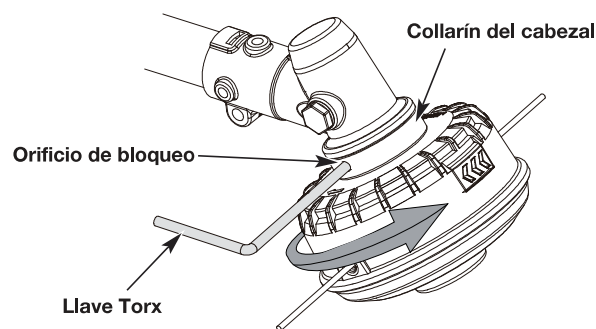

Fig. 18
1. Gire el collarín de cabeza hasta que el agujero de bloqueo visible exterior se alinee con el agujero de fijación interno debajo del collarín de la cabeza. (Fig. 18).